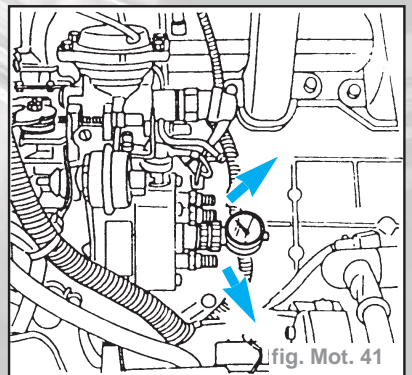

fig. Mot. 41
- Monter la jauge de réglage **KM-J-29763**. Pour adapter la jauge, déposer le bouchon d'obturation de la pompe à injection (fig. Mot. 41).